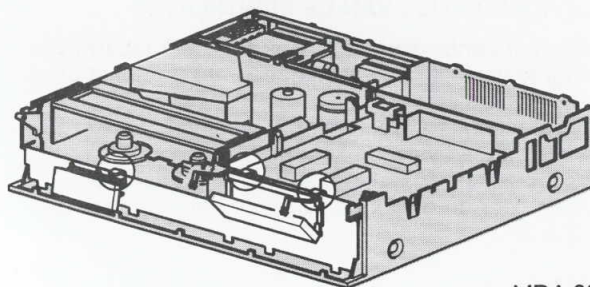

FIG. 2-5
- De printplaat kan uit de onderkast genomen worden door de drie klikconstructies te ontgrendelen (zie fig 2-5).